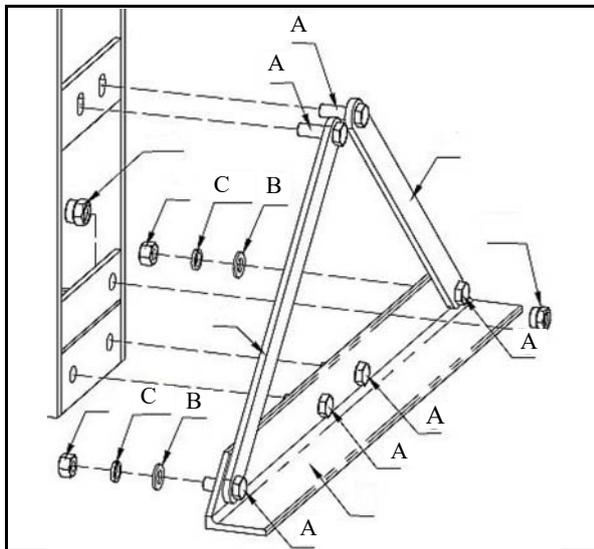

Abb. 8: Querfuß montieren
Schritt 1: Auf beiden Seiten des Gestells den Querfuß und die zwei Querstreben mit den Schrauben (A), Scheiben (B), Federringe (C) und Muttern am Gestell anschrauben (siehe Abb. 8).
Schritt 1: Die Auflagebolzen (C) des Presstisches in die Bohrungen des Tisches einsetzen.
Schritt 2: Den Presstisch (A) an die Presse montieren und mit Hilfe der Auflagebolzen und Sicherungsring (B) befestigen.